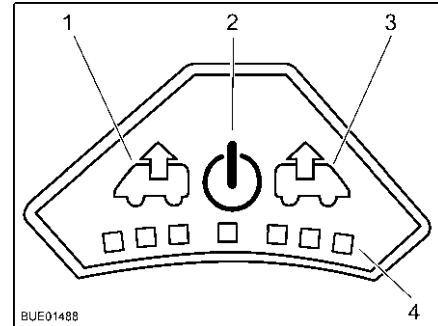

Fig. 71 Quadro comandi del ventilatore
Accensione: ■ Premere il tasto On/Off (Fig. 71,2). Il ventilatore funziona in modalità comfort (sfiato al numero di giri minimi del ventilatore).
Sfiato: ■ Per aumentare il numero di giri del ventilatore: Premere il tasto Sfiato (Fig. 71,1). Il numero di giri del ventilatore aumenta di uno stadio in direzione sfiato. I LED (Fig. 71,4) indicano gli stadi di commutazione.
■ Per ridurre il numero di giri del ventilatore: Premere il tasto Aerazione (Fig. 71,3). Il numero di giri del ventilatore si riduce di uno stadio.
Aerazione: ■ Per aumentare il numero di giri del ventilatore: Premere il tasto Aerazione (Fig. 71,3). Il numero di giri del ventilatore aumenta di uno stadio in direzione aerazione. I LED (Fig. 71,4) indicano gli stadi di commutazione.
■ Per ridurre il numero di giri del ventilatore: Premere il tasto Sfiato (Fig. 71,1). Il numero di giri del ventilatore si riduce di uno stadio.
- Premere il tasto On/Off (Fig. 71,2). Il ventilatore si ferma, i LED si spengono.